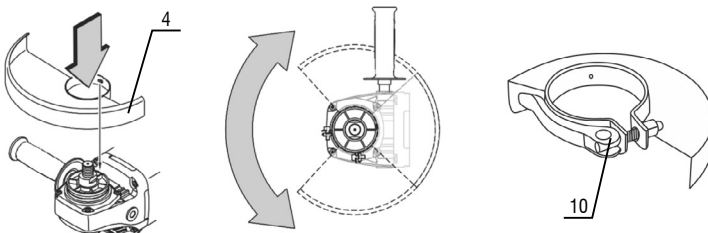

Fig. 3 – Montaje y posicionamiento de la cubierta de protección
2. Suelte el tornillo de apriete rápido (10), Fig. 3;
4. Ubique la cubierta de protección (4) de acuerdo con el trabajo a ser realizado;
5. Apriete el tornillo (10) en la posición deseada.